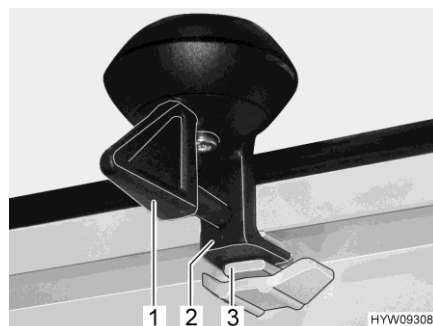

Bild 46 Verriegelung (Lüftungsstellung)
- Den Hebel (Bild 46,1) eine viertel Umdrehung drehen. Die Verriegelung (Bild 46,2) muss in die obere Aussparung (Bild 46,3) gleiten.